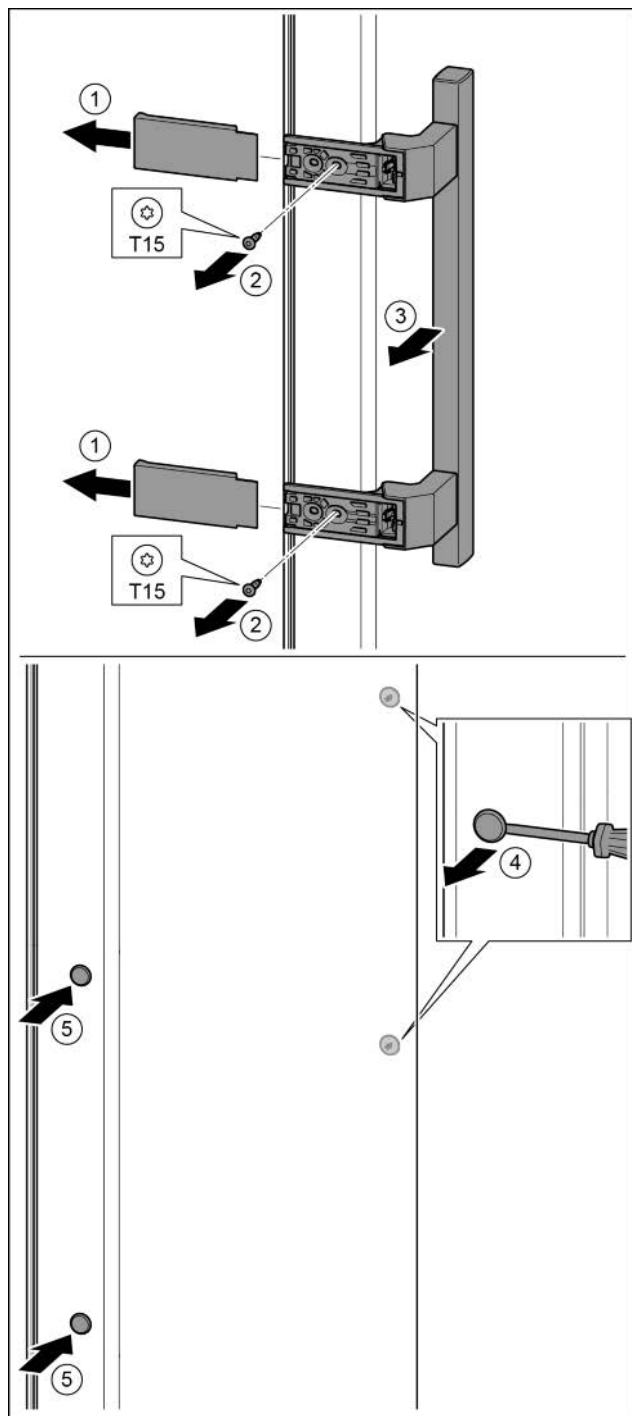

Fig. 31
- Снять крышку. Fig. 31 (1)
- Выкрутить винты отверткой T15. Fig. 31 (2)
- Снять ручку. Fig. 31 (3)
- Осторожно приподнять шлицевой отверткой боковые заглушки и вынуть их. Fig. 31 (4)
- Заглушки снова вставить с другой стороны. Fig. 31 (5)